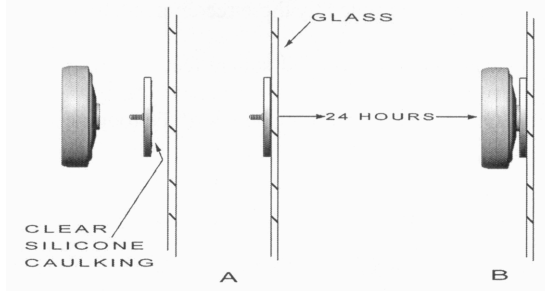

Рис.6
1в. Для постоянного закрепления используйте немного состава для шпаклевки, поместив его в центр диска и нажав равномерно для избежания образования пузырей воздуха. Этот метод обеспечивает лучшее соединение для высокой частоты. Оставьте для закрепления на время, рекомендуемое изготовителем (обычно 24 часа). См.Рис.6А.
2. Вкручивайте излучатель по часовой стрелке в пластиковый диск до упора. См.Рис.6В. Не затягивайте слишком сильно